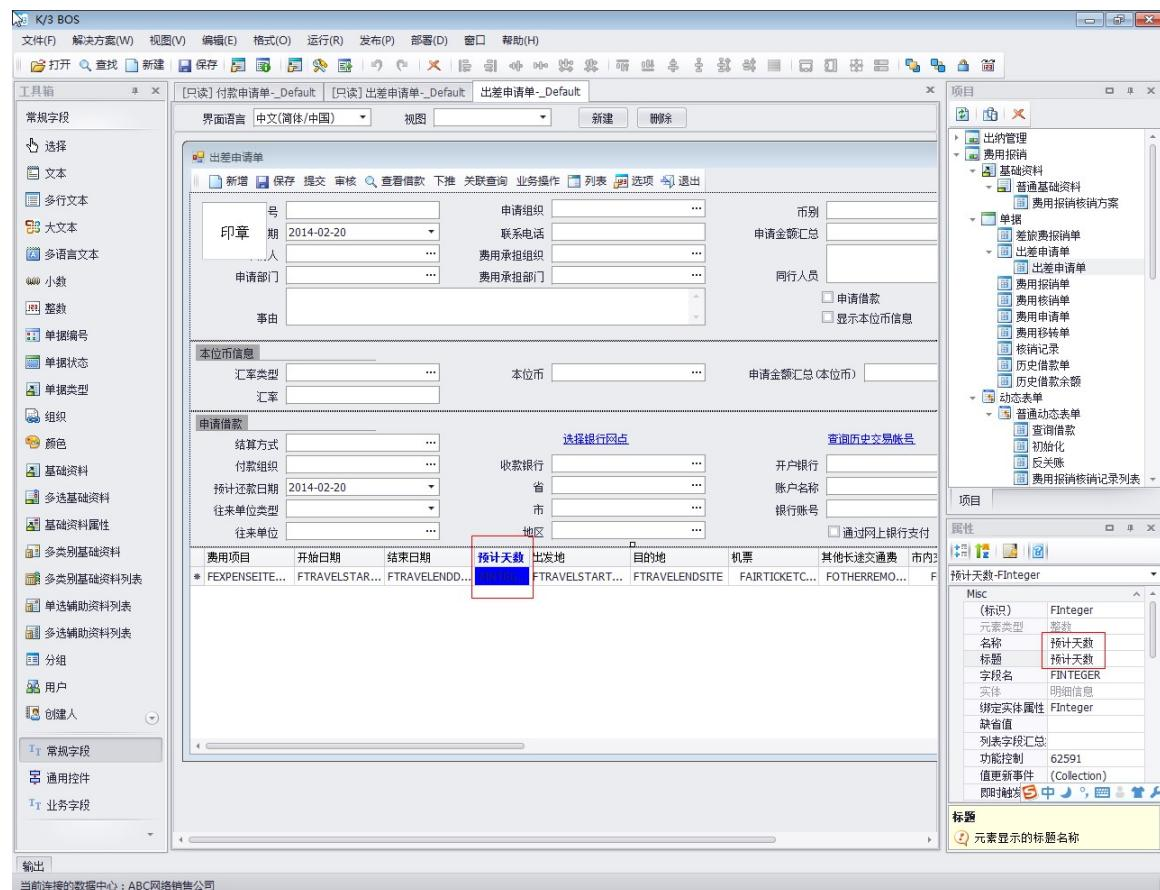

图 3-1-7 增加字段后的出差申请单
- 6、在已经打开的出差申请单界面上，从左侧的工具箱中拖拽一个整数字段到设计界面中的单据表体中，这种拖拽的方式可以在标准产品功能的基础上方便的添加业务功能，然后还是通过拖拉的方式将新增在表体最后的字段放到“开始日期”、“结束日期”两个字段的后面，并且通过属性框修改字段名称。如图 3-1-7 所示：